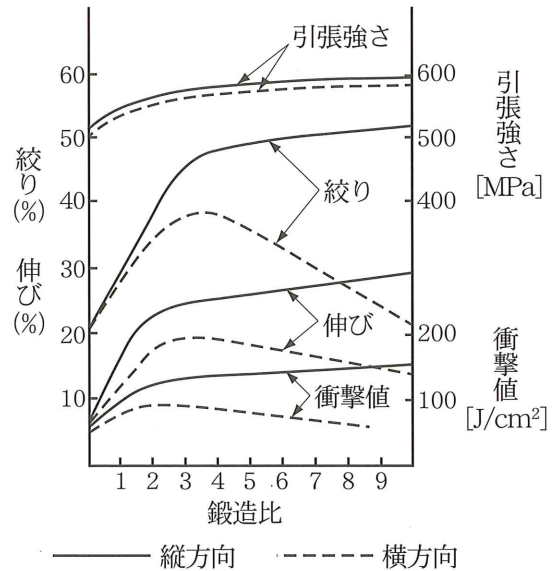

図4 普通鋼材の鍛造と機械的性質の関係
(3) 次の図4は普通鋼材の鍛造と機械的性質の関係を示したものである。実線は縦方向（鍛造組織の流線に平行な方向）の機械的性質を示しており、点線は横方向（鍛造組織の流線に直角な方向）の機械的性質を示している。